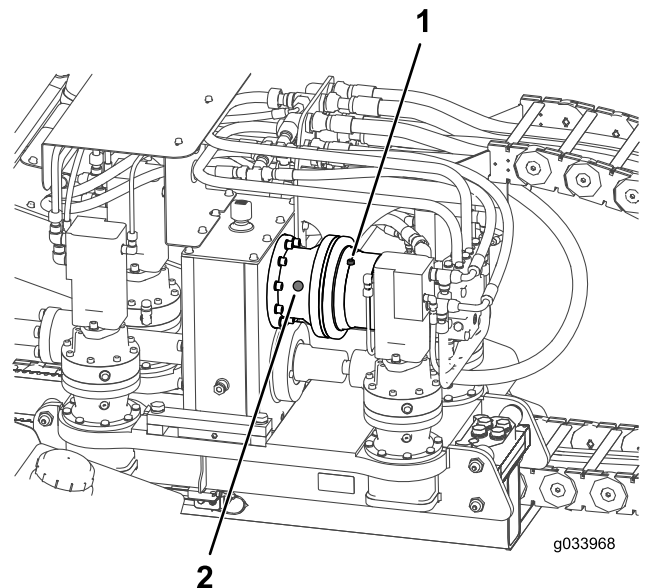

Figure 104
2. Contrôlez le niveau d'huile par le regard sur le train planétaire de moteur rotatif (Figure 104).
3. Si le niveau d'huile est bas, retirez le bouchon de contrôle du niveau d'huile (Figure 104).